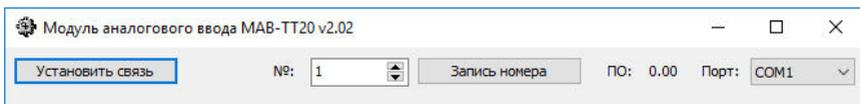

Рис.6. Окно программы **MAV-T20.2** при запуске.
2. После запуска файла **mavsetup.exe**, Вы увидите главное окно программы (рис.6).